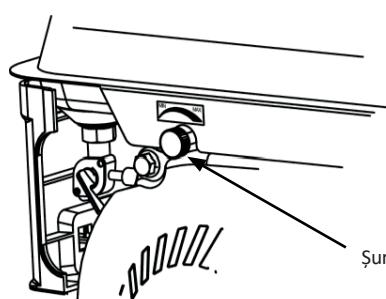

Fig. 6
**Şurub de control al vitezei (Fig. 6)**